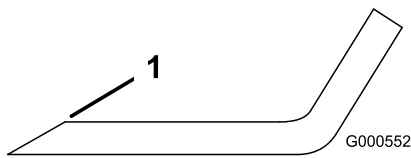
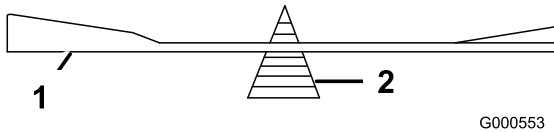

Bild 38
Bild 39
1. Schärfen Sie die Schnittkante an beiden Enden des Schnittmessers mit einer Feile (Bild 38). Behalten Sie den ursprünglichen Winkel bei. Das Schnittmesser behält seine Auswuchtung bei, wenn von beiden Schnittkanten die gleiche Materialmenge entfernt wird.
2. Überprüfen Sie die Auswuchtung des Schnittmessers auf einer Ausgleichsmaschine (Bild 39). Wenn das Schnittmesser in seiner horizontalen Position bleibt, ist es ausgewuchtet und kann wiederverwendet werden. Feilen Sie, wenn das Schnittmesser nicht ausgewuchtet ist, vom Flügelbereich des Messers etwas Metall ab (Bild 38). Wiederholen Sie diesen Vorgang, bis das Messer ausgewuchtet ist.